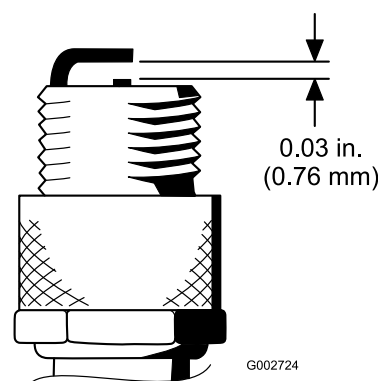

**Figura 36**
3. Piegate la linguetta di ancoraggio della molla regolata al minimo (Figura 36) per ottenere un minimo di  $1625 \pm 50$  giri/min. Controllate la velocità con un tachimetro.
5. Mettete l'acceleratore in posizione Fast. Piegate la linguetta di ancoraggio della molla del massimo (Figura 36) per ottenere una velocità massima di  $2850 \pm 50$  giri/min.